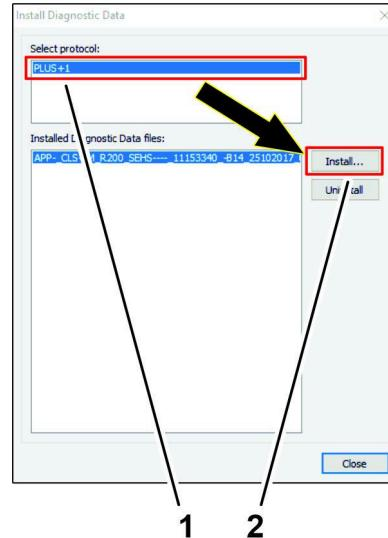

Figura 48
2. Na caixa de diálogo Select Protocol, clique no ícone do protocolo PLUS+1, e prima o ícone INSTALL (Figura 48).